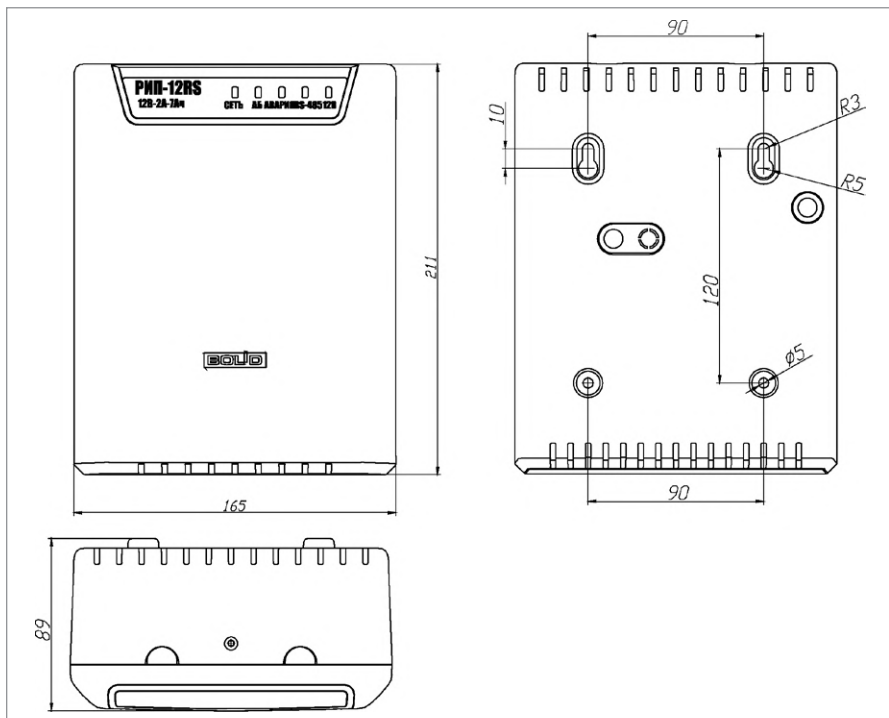

Рисунок 5. Внешний вид, габаритные и установочные размеры РИП
2. Наметьте на стене места для четырёх установочных отверстий в соответствии с габаритным чертежом (см. Рисунок 5). Просверлите отверстия.